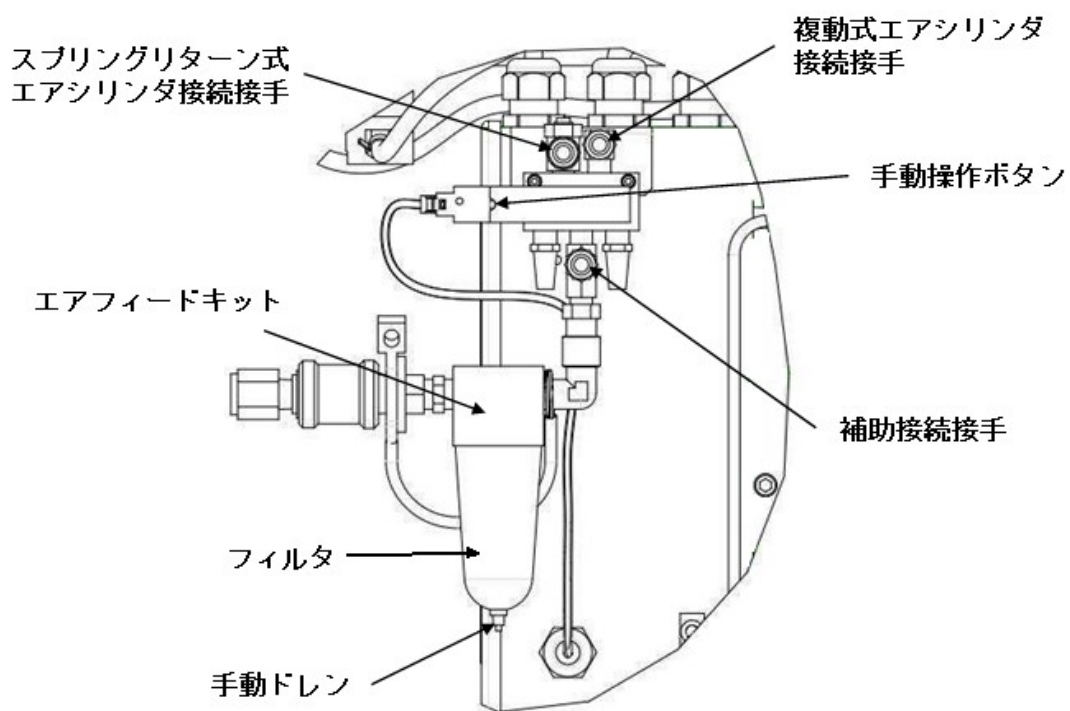

図 15
エアフィードキット 2161209-1 および-4 に付属のエアフィードキット図面 2161209 のステップ 2「お客様使用のための設置手順」に従ってください（図 15 を参照）。
12. エアフィードアプリアケータをベースプレートに取り付け、適切なポートに接続します (Fig. 15 参照)。
16. エアをオフの位置にロックするには、エアをオフにし、図 15 に示す位置でロックアウトをクランプします。